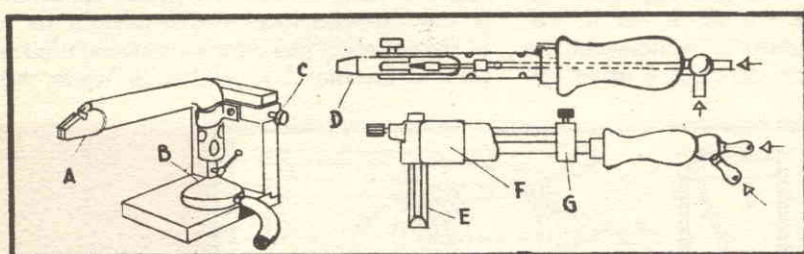

Fig. 10
I modelli in ferro che fanno uso di una miscela aria-acetilene (D-E, fig. 10) hanno un rendimento elevato, ma obbligano ad avere a portata di mano una bombola ad acetilene sotto pressione di circa 100 gr. La temperatura di fiamma è tra le più elevate e permette di riuscire nelle saldature più coriacee ed anche in alcune brasature. La realizzazione di questi ferri non è alla portata di tutti i dilettanti a causa dell'estrema precisione da rispettare nei montaggi. La miscela dei due gas si fa generalmente prima dell'entrata nel manico del ferro. Alcuni modelli presentano del-
Per le saldature dei collegamenti elettrici realizzate al banco, potete costruirvi questo piccolo saldatoio (A, fig. 10) per mezzo di uno spezzone di tubo in rame. Esso verrà piegato e ad una delle sue estremità sarà data la forma di una penna mentre nell'altra saranno effettuate alcune aperture di ventilazione. Fissato con un collare metallico su di un supporto qualsiasi (C), il tubo di rame è riscaldato internamente da un becco a gas la cui fiamma è situata al livello della apertura di ventilazione. Per saldare economicamente dei piccoli pezzi di bassa sezione, come i conduttori elettrici in rame, praticate con la lima triangolare un intaglio orizzontale sul lato superiore della penna. Questo intaglio vi darà modo di conservare in permanenza una piccola quantità di saldatura in fusione (A).
le penne amovibili; sono tutti ad alto rendimento e di grande potenza. Date le alte temperature di riscaldamento, le penne debbono essere di rispettabili dimensioni, cosa che appesantisce il ferro e rende pertanto disagioli alcune applicazioni. A titolo di paragone riferiamo che un ferro alimentato da gas di città o aria libera (senza pressione) produce una fiamma la cui temperatura è compresa tra i 1600° e 1800°, mentre un ferro che utilizza la miscela aria-acetilene (fig. 10) può raggiungere una temperatura di fiamma di 2250°